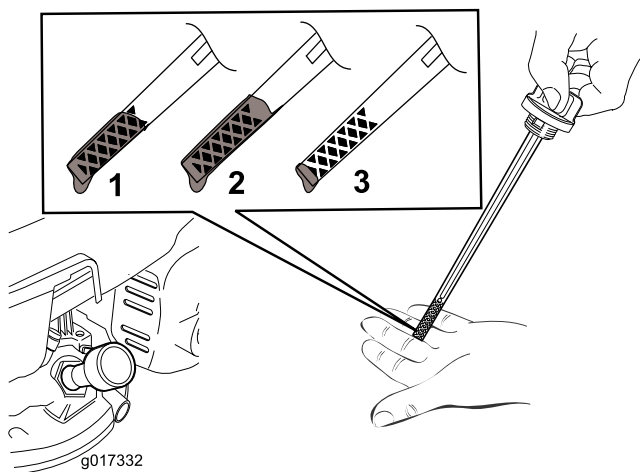

图12
5. 要确定量油尺上的机油油位是否合适、请参阅 图 12。
注意 向发动机曲轴箱添加机油直到量油尺显示机油油位达到图12中所示的正确位置。如果发动机加注机油过多则需要按照 更换机油 \(页码 13\) 的说明去除多余机油。